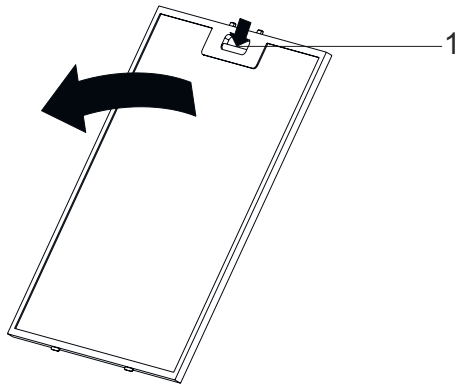

Рис. 7
- Натисніть на алюмінієвий фільтр (1) і витягніть алюмінієвий фільтр у напрямку часової стрілки (Рис. 7).